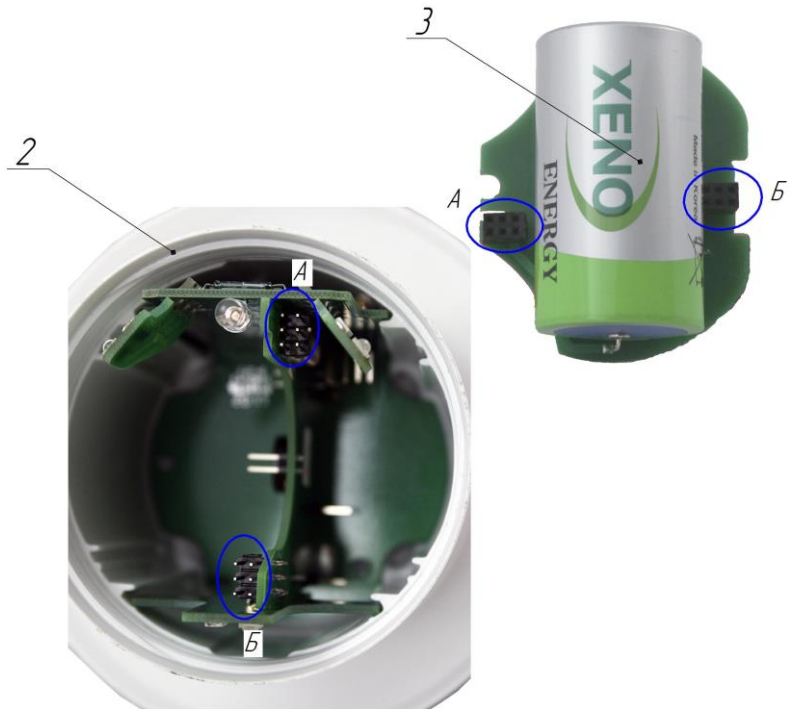

Рисунок 9.3
- 2) Вставить новый батарейный блок в корпус индикатора, установив до упора батарейный блок на разъемы А-А, Б-Б (Рисунок 9.3);